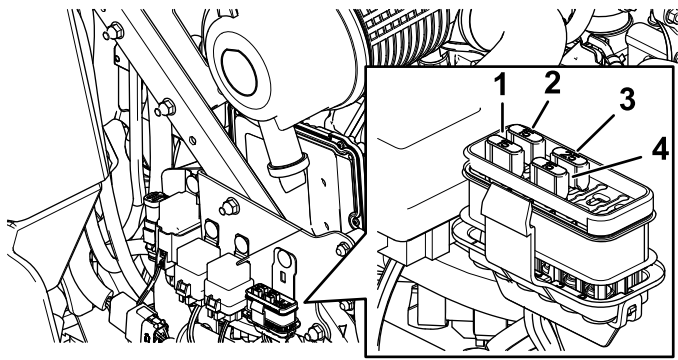

Figure 48
- Remplacez le fusible (Figure 48).